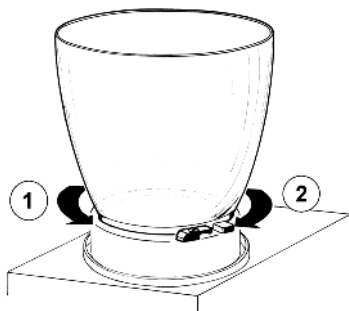

figura 2
4 Togliere il contenitore ruotandolo (1) in senso antiorario (vedere figura 2).
Rimontare il contenitore ruotandolo in senso (2) orario. Per facilitare l'operazione bagnare con acqua la guarnizione (vedere figura 2).